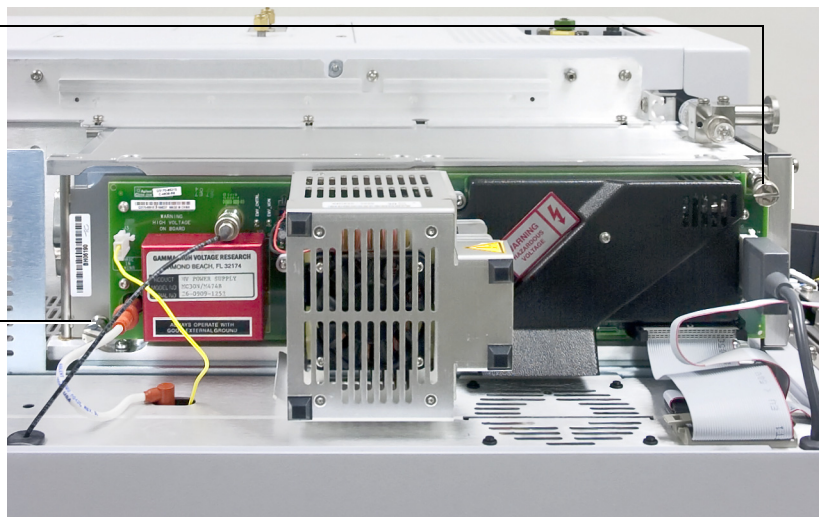

図 30 サイドプレートのつまみねじ
- 5 サイドプレートのつまみねじを指で締めます (図 30)。